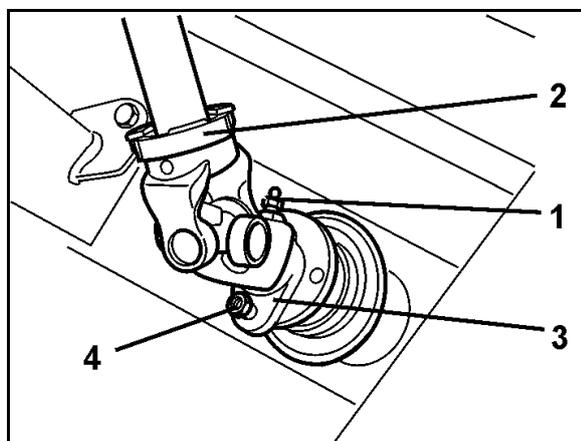

Fig. 92
2. Dévissez le graisseur (Fig. 92/1) logé dans la mâchoire d'accouplement (Fig. 92/3) de l'arbre à cardan (Fig. 92/2).
3. Retirez la vis de cisaillement (Fig. 92/4) logée entre le flasque de la mâchoire de l'arbre à cardan et le flasque de l'arbre d'entrée de la boîte de vitesses.